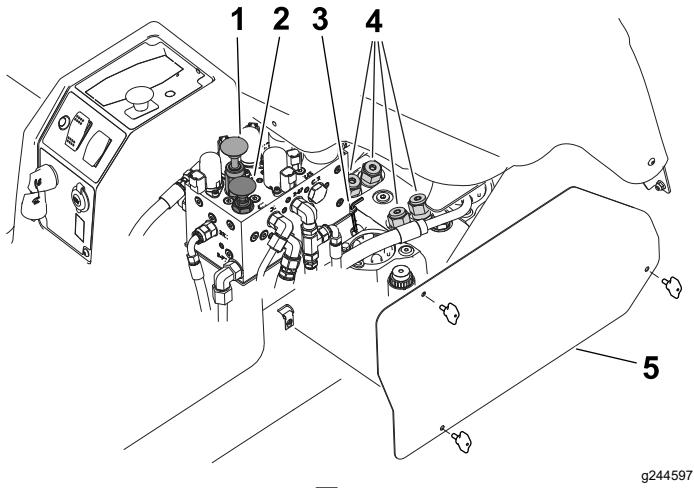

図 65
注 油圧マニホールドの隣に六角レンチ 6 mm が備え付けられています 図 65。このレンチで以下の操作を行ってください。
- コントロールコンソール右側のアクセスパネルを外す 図 65。